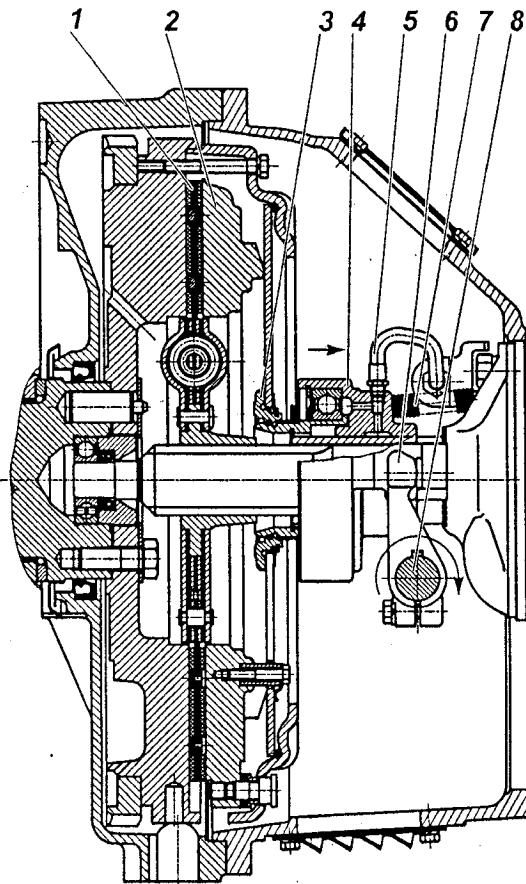
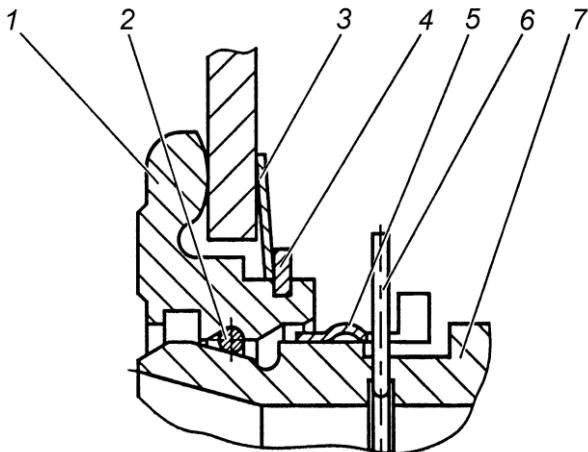

Рис. 106. Сцепление модели ЯМЗ-182:
Рис. 108. Запорное устройство:
Диафрагменное сцепление модели 182 (рис. 106) состоит из ведущих и ведомых частей, а также деталей механизма выключения сцепления, устанавливаемых в картер сцепления.
Механизм выключения сцепления состоит из муфты 4 (рис. 106) с подшипником, вилки 6 и валика 8. Муфта соединена через упорное кольцо 3 с диафрагменной пружиной с помощью запорного устройства.
Оттяжная пружина 7 (рис.106) исключает проворот и осевые перемещения втулки 7 (рис. 108) относительно упорного кольца 1 (рис. 108). По мере износа фрикционных накладок муфта выключения сцепления 4 (рис. 106) перемещается вместе с пружиной в сторону маховика, при этом конструкция привода выключения сцепления автомобиля или другого транспортного средства обеспечивает поворот вилки 6 (рис. 106) по часовой стрелке после выбора зазора между лапками вилки и муфтой за счет периодической регулировки привода или постепенный поворот за счет конструкции гидропривода.
Конструкция запорного устройства показана на рис.108. Она включает в себя упорное кольцо 1, втулку подшипника муфты 7 с фасонной канавкой, пружинное кольцо 2 круглого сечения, а также замковое кольцо 5. Упорное кольцо 1 устанавливается на диафрагменную пружину при сборке нажимного диска с кожухом и удерживается за счет пружинной шайбы 3 и стопорного кольца 4. На рисунке муфта заперта (соединенна) с упорным кольцом. Внутри втулки подшипника муфты 7 установлено предохранительное кольцо 6, имеющее снаружи выступающий ус, препятствующий случайному рассоединению муфты выключения сцепления и упорного кольца 1.
Выключение сцепления обеспечивается поворотом вала по часовой стрелке. Допустимое направление перемещения муфты и поворота вала для выключения сцепления показано на рис. 106 стрелками. Перемещение муфты и поворот вала в обратном направлении не допустимо.
- 5 С помощью специальной оправки сцентрировать кольцо 3 (рис. 106) относительно оси коленчатого вала двигателя.
- 2 Убедиться что муфта выключения сцепления отведена до упора в крышку подшипника первичного вала коробки передач пружиной 7 рис. 106.
Проверка качества установки сцепления (отсутствие "ведения", контроль величины крутящего момента на валу вилки) осуществляется на неработающем двигателе. Для этого необходимо повернуть вал вилки на угол  $9^{\circ}30'...11^{\circ}$  по часовой стрелке, что соответствует перемещению муфты на 11...13 мм от двигателя. При этом выходной вал коробки передач, при включенной передаче, должен вращаться при приложении крутящего момента не более 5 Н·м (0,5 кгс·м). Поворот вала вилки выключения сцепления по часовой стрелке показан на рис. 106.
- 4 Совместить полукруглый паз на муфте выключения сцепления в передней ее части с выступающим усом предохранительного кольца 6 (рис. 108) и, утопив его каким-либо предметом, удерживать в утопленном положении через центральное отверстие муфты выключения сцепления.